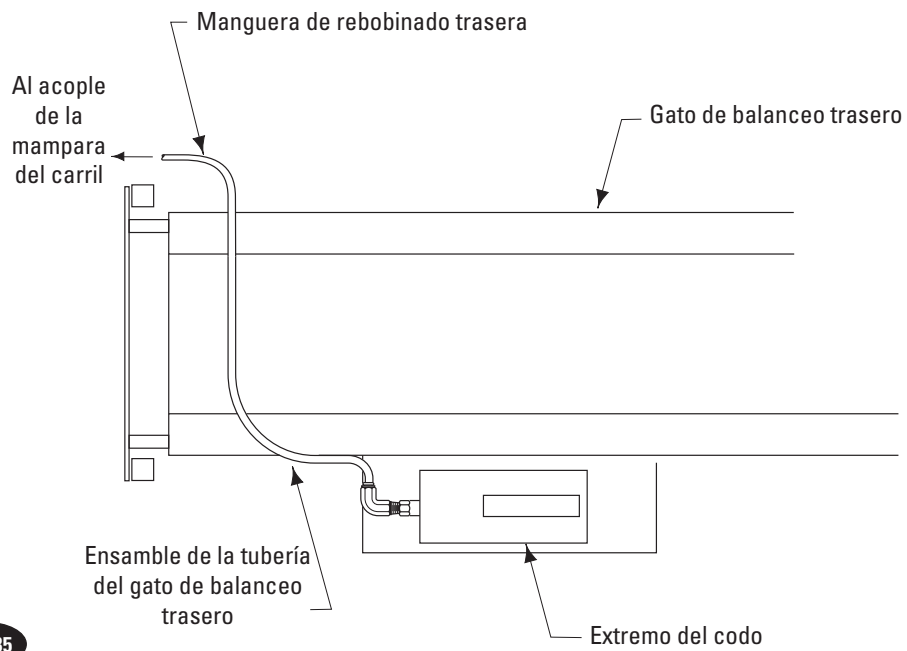

Fig. 35
- Conecte un extremo de la manguera de retracción trasera que se proporciona al acoplador de cabeza T en el punto medio del carril. Conecte el otro extremo de la manguera de retracción al acoplador soldado sobre el gato de balanceo, Fig. 35 y 37.
- Conecte el extremo del codo del ensamble de la tubería del gato de balanceo a la bomba de aire y al extremo macho del acoplador, Fig. 35 y 37.